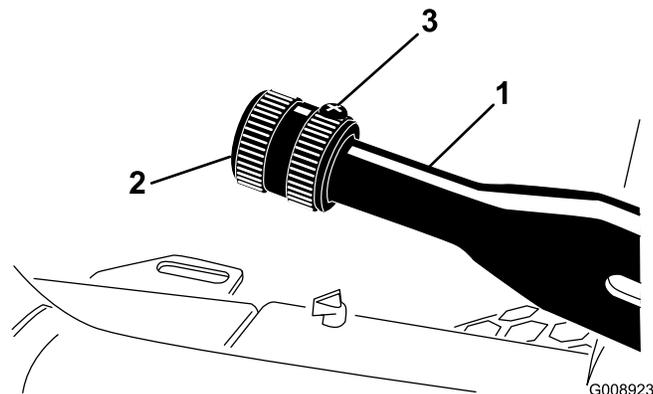

図 51
1. ブレーキ・レバーに調整ノブを固定している固定ネジをゆるめる (図 51)。